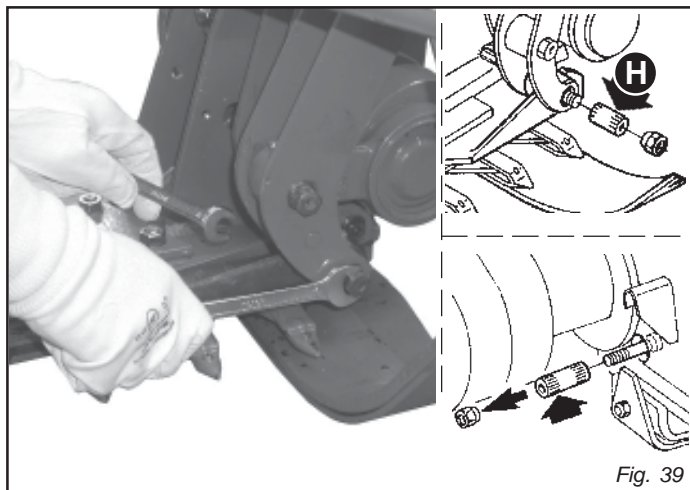
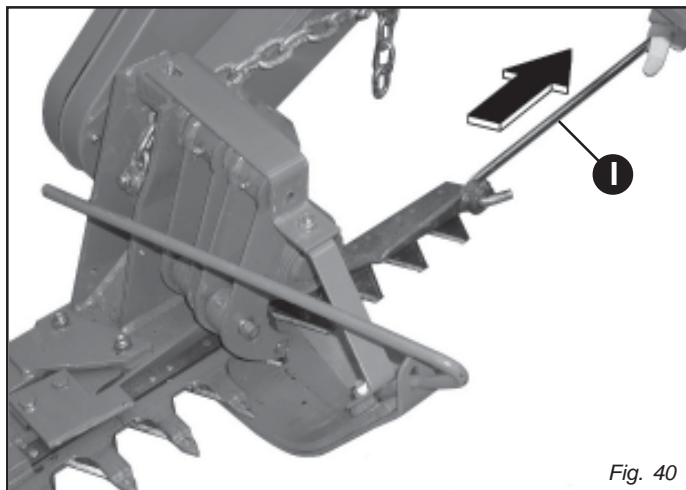

Fig. 39
Fig. 40
- Togliere il perno ad espansione (H, Fig. 39) e sfilare l'asta porta sezioni (Fig. 40) con il tirante d'aggancio (I, Fig. 40).
- Togliere il perno ad espansione (H, Fig. 39) e sfilare l'asta porta sezioni (Fig. 40).